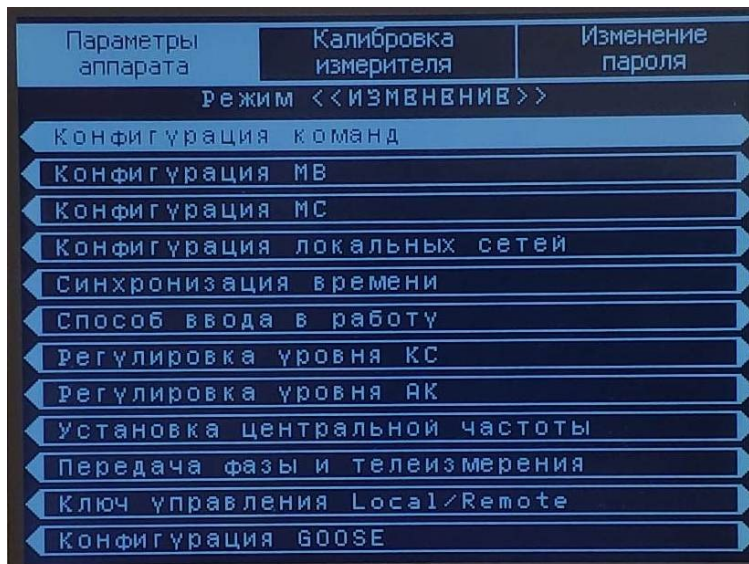

Рисунок 7 – Подраздел «Параметры аппарата»
2.1. «Параметры аппарата» - подраздел предназначен для изменения или просмотра параметров «ОРИОН» АПК ТХ (см. рисунок 7).